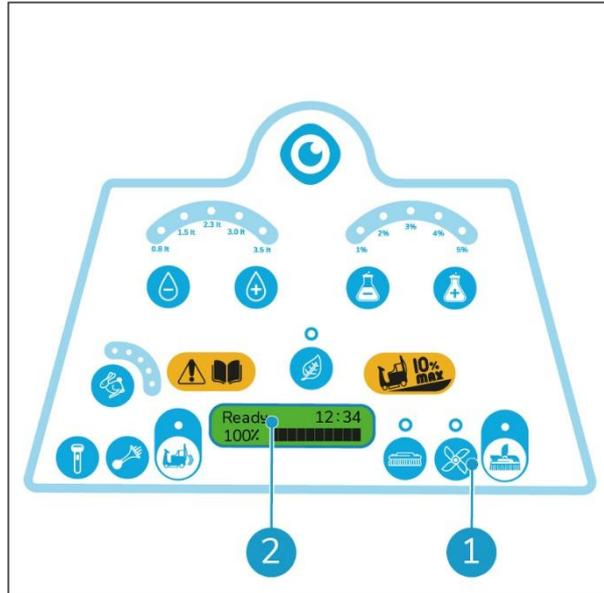

Abbildung 32
2. Drehen Sie den Zündschlüssel auf „I“. Nach einigen Sekunden erscheint der Text „Ready“ (Bereit) auf dem Display (Abbildung 32, Pos. 2).
3. Drücken Sie die Taste (Abbildung 32, Pos. 1). Die Rakel wird abgesenkt.
10. Nach einigen Sekunden erscheint der Text „Ready“ (Bereit) auf dem Display (Abbildung 32, Pos. 2).